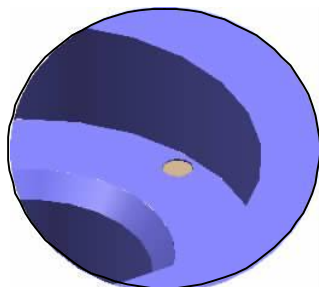

图7-103
8. 使用【型腔设计】功能创建拉料杆与定模固定板的型腔设计，结果如图 7-103 所示。